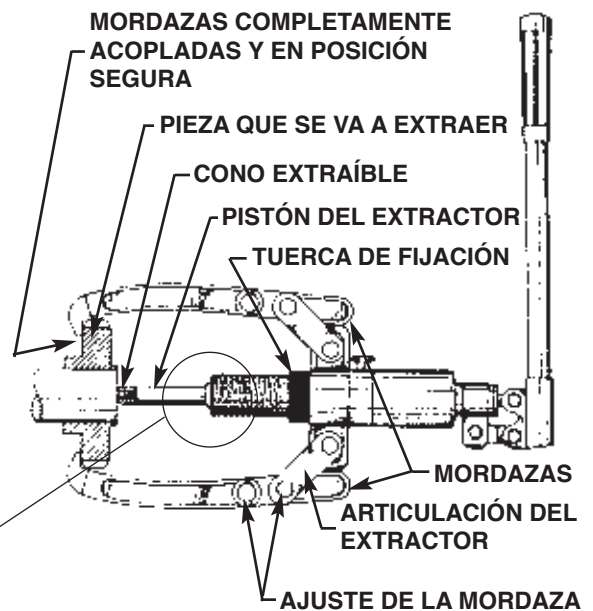

Figura 3
4. Empiece a colocar el extractor y las mordazas del extractor alrededor de la pieza que va a extraer, eliminando la mayor parte de las holguras a base de ir roscando la tuerca de fijación hacia el cuerpo del extractor o ajustando las articulaciones a las mordazas. Bombeo con la manivela para hacer avanzar el pistón y deténgase justo cuando el cono extraíble llegue a la pieza. Realice los ajustes finales apretando la tuerca de fijación o el pistón. El extractor debe estar alineado con la línea central de la pieza que se va a extraer, y las mordazas completamente acopladas y en posición segura. Consulte la figura 3.